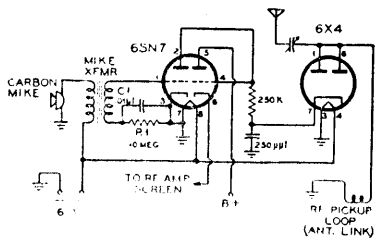

Fig. 2 - Modulatore Rothman per trasmettitori portatili fino a 100 watt.
La fig. 2 illustra un circuito di modulatore Rothman progettato principalmente per stazioni mobili e che impiega valvole di minore potenza.
8. - Il sistema non risulta vantaggioso se usato con valvole che non hanno una caratteristica di consumo di griglia schermo proporzionata alla corrente anodica. Entro alcuni limiti tuttavia questo svantaggio può essere contenuto usando un *cathode follower*, come è illustrato in fig. 2.